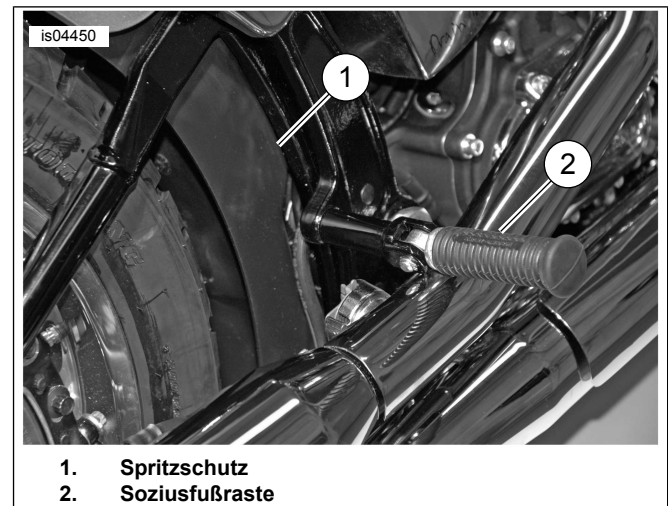

Abbildung 5. Spritzschutz und Soziusfußraste
1. Siehe Abbildung 5. Die Schraube auf der Innenseite entfernen und die Zungen anheben, um den Spritzschutz (1) zu entfernen.
2. Siehe Abbildung 5. Den Spritzschutz im Radkasten in seine ursprüngliche Position nach unten schieben.